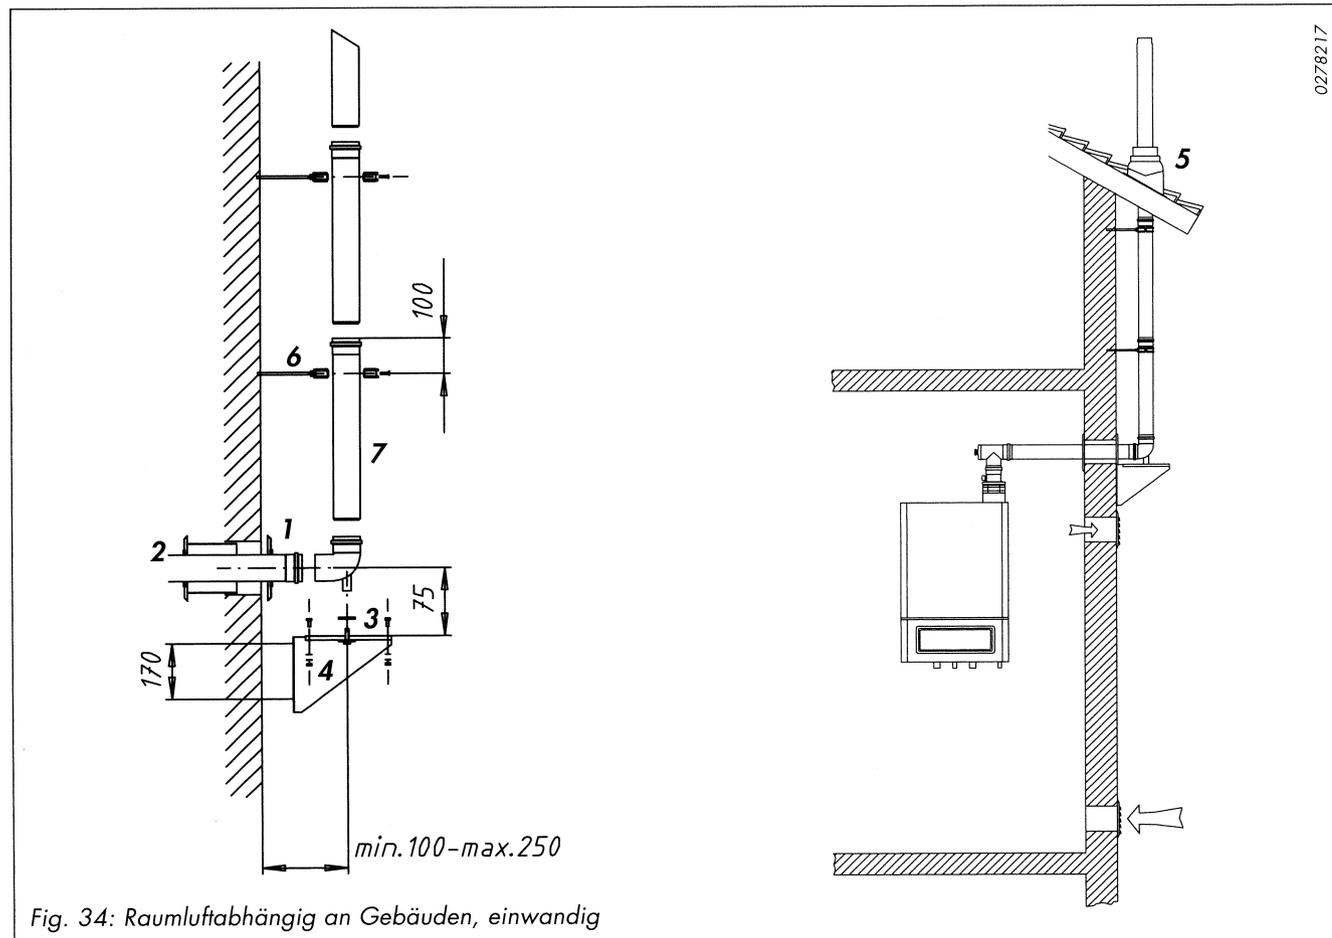

Fig. 34: Raumluftabhängig an Gebäuden, einwändig
Senkrechte Außenwandführung einwändig (Fig. 34)
- Montageplatte **3** auf die Wandkonsolen **4** schrauben und nach Fig. 34 an Stützbogen montieren, waagrecht ausrichten und Befestigungspunkte anzeichnen.